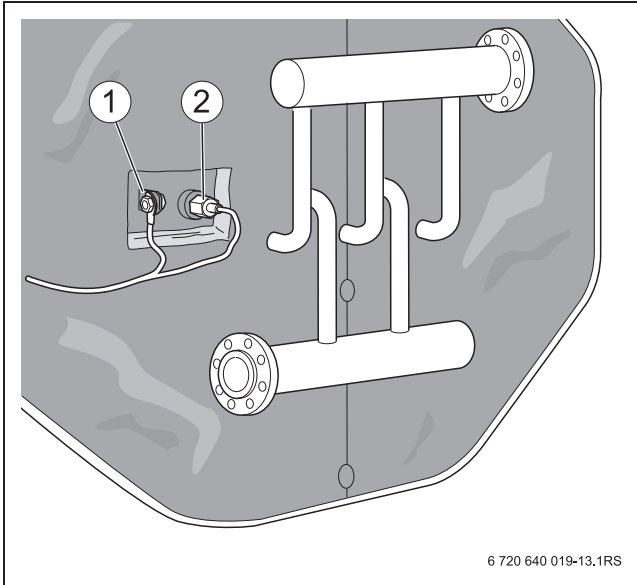

Рис. 16 Электрическое подключение системы управления
- ▶ Закрепите винтом с гайкой наконечник заземляющего провода [1] к планке бака (→ рис. 16, [1], стр. 21).